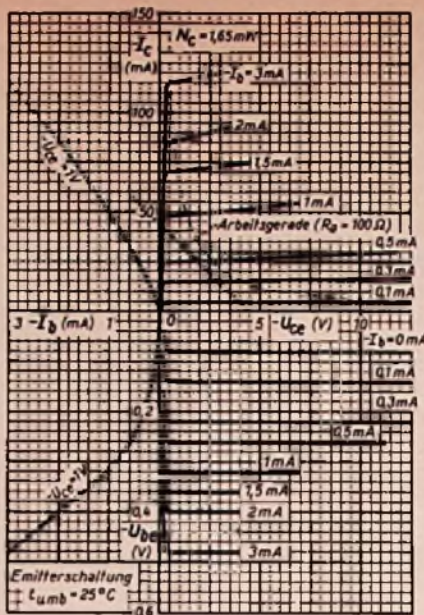

Bild 6. $-I_c-U_{ce}$ -Kennlinie des Transistors OC 72 ($-I_b$ als Parameter)
Außer den hier aufgenommenen Kennlinien wird auch später noch die Kennlinienschar $I_c = f(U_{ce})$ für verschiedene Werte von I_b interessieren. Ihre Aufnahme ist etwas mühsamer. Für den Transistor OC 72 sind die Kennlinien in Bild 6 dargestellt; wir sehen, daß sich diese Kurven nur wenig von den bekannten Kennlinien der Pentoden unterscheiden. Außerdem erkennen wir, warum der Kollektorstrom plötzlich abnimmt, wenn man die Speisespannung $-U_0''$ verringert. Der Übersicht halber ist die Arbeitsgerade für den besprochenen Fall $R_A = 100 \Omega$ eingezeichnet.
1. Wir sehen in Bild 6, daß unterhalb einer gewissen Kollektorspannung, „Knie-spannung“ genannt, der Strom rasch abfällt, so daß wir nur bis zu dieser Stelle aussteuern dürfen.
3. Wir dürfen den Kollektor nicht überlasten. Dazu entnehmen wir dem Datenblatt den Wert für die max. Kollektor-Verlustleistung $N_{c\max}$. Diese Verlustleistung bestimmt maßgeblich die sich im Kristall einstellende Temperatur, die im Datenblatt manchmal mit angegeben ist. $N_{c\max}$ berechnet sich aus dem Mittelwert des Produktes von $-I_c$ und $-U_{ce}$ und erscheint mathematisch als Hyperbel im Kennlinienfeld (Bild 6). Je nachdem ob der Arbeitspunkt „schön in der Mitte“ (bei der Elektronenröhre A-Betrieb genannt; hier ebenfalls) liegt, oder ob wir den Transistor bzw. zwei Transistoren im Gegentakt-B- oder -AB-Betrieb arbeiten lassen, muß die entstehende Kollektor-Verlustleistung im einzelnen berechnet werden.